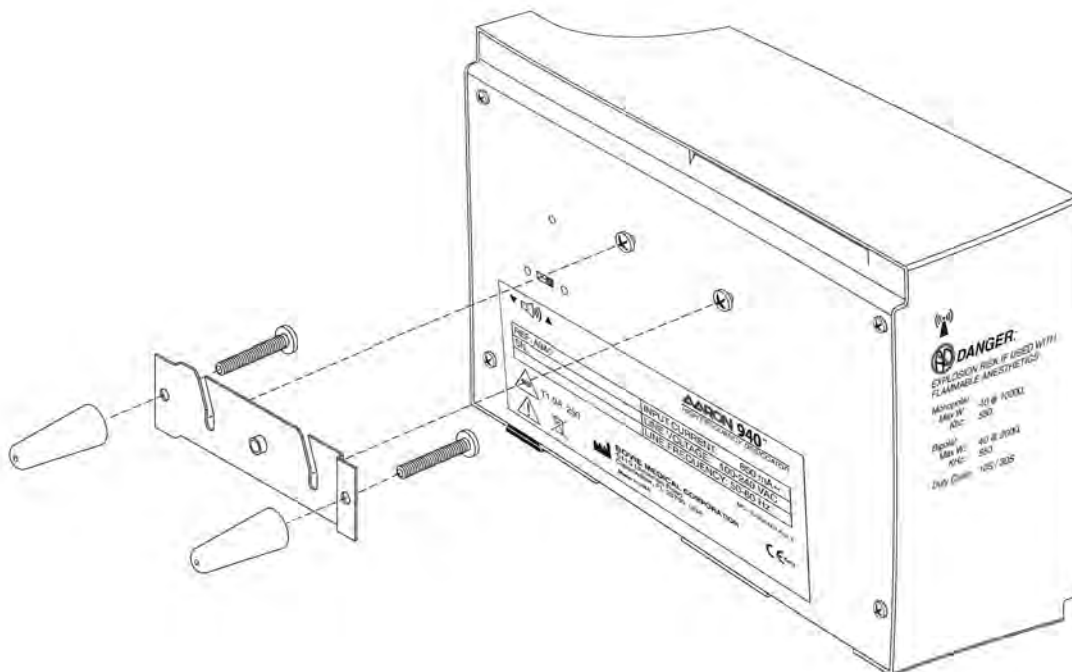

Figure 1
1. À l'aide du nécessaire de montage standard (voir Figure 1), monter le générateur électrochirurgical Aaron 940™ sur le mur ou le support mobile en option. Ne pas faire fonctionner l'appareil en position horizontale, car des liquides pourraient se déverser dans l'appareil.